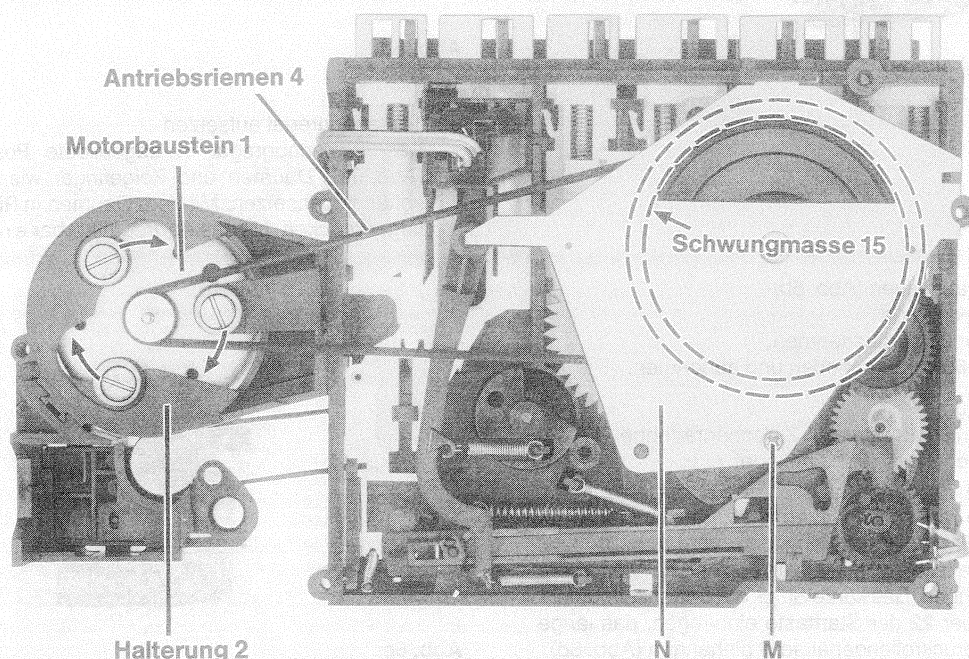

Abb. 5
10. Austausch des Motors (Abb. 5)
12. Motorriemen erneuern (Abb. 5)
13. Schwungscheibe wechseln (Abb. 5)